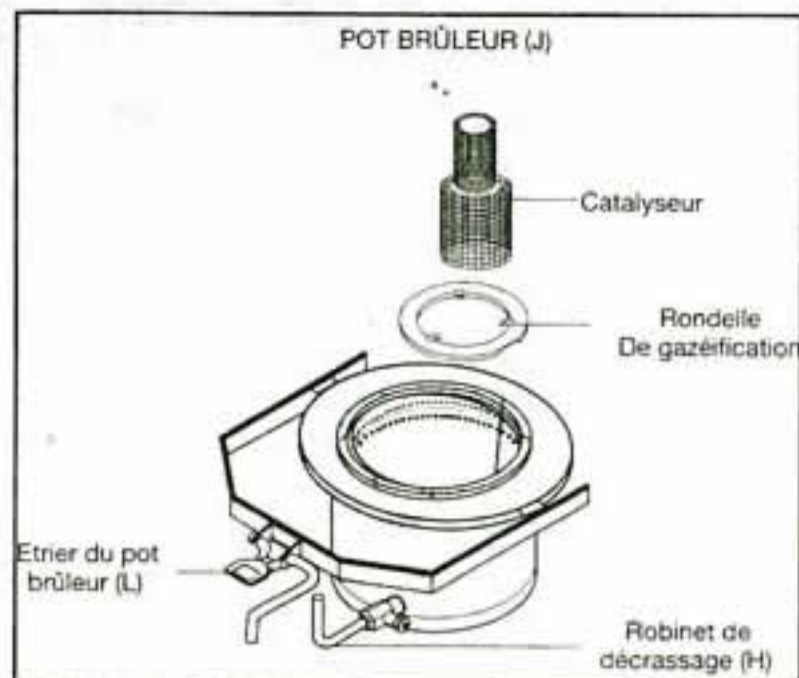

figure 1
2.2.3. La rondelle de gazéification (fig. 1)
2.2.4. Le catalyseur (fig. 1)